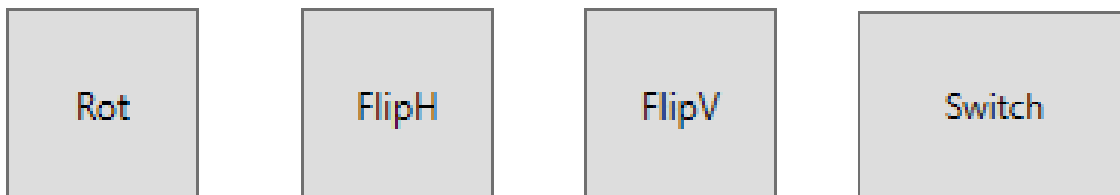

図7-8 移動用の各ボタン。
フィルムの処理、すなわちセグメンテーションとアラインメントは、バックグラウンドで自動的に行われます。Anterior (A) と Superior/Left (S/L) の端が揃う必要があります。揃わない場合は、A/L と A/S の両方のフィルムには種々な移動オプションがあり、ユーザーが端を揃えることができます (図7-8 を参照)。